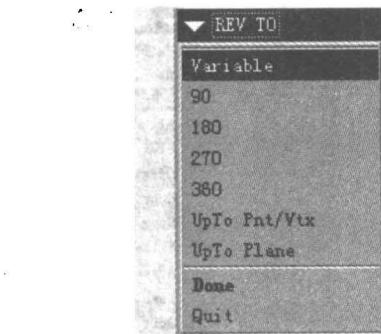

图 1.22 REV TO 子菜单
- (6) 单击工具栏中的完成按钮 ，完成草图的绘制。这时，出现如图 1.22 所示的 REV TO 子菜单。